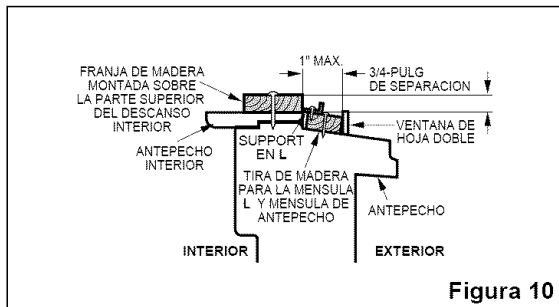

Figura 10
- Si la contraventana interfiere, fije un listón de madera de 2" de ancho al alféizar interior de la ventana, que atraviese la anchura total del alféizar. El listón de madera debe ser suficientemente grueso para levantar la altura del alféizar de la ventana de tal manera que la unidad pueda ser instalada sin la interferencia del marco de la contraventana. Vea la Figura 10. La parte superior del listón de madera debe ser aproximadamente 3/4" más alto que el marco de la contraventana o el listón de madera (fuera de la casa) para que el vapor emanado de la unidad pueda drenar adecuadamente hacia el exterior.
- Instale un segundo listón de madera (de aproximadamente 6" de largo y 1" de ancho y del mismo grosor del primer listón) en el centro del alféizar exterior nivelado con la parte posterior del alféizar interior. Atornille los soportes L entre la faja. Esto levantará el soporte L como se muestra en la Figura 10.